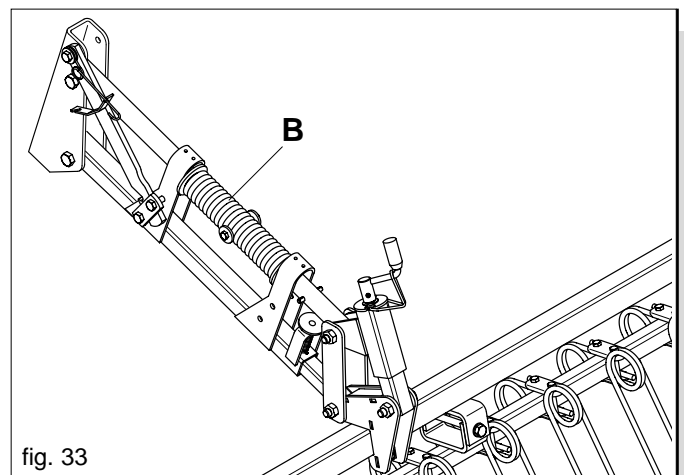

fig. 33
La pressione di lavoro dei denti a molle dell'erpice copriseme può essere variata mediante la rotazione della molla (B) posta sul braccio parallelo superiore (Fig. 33).